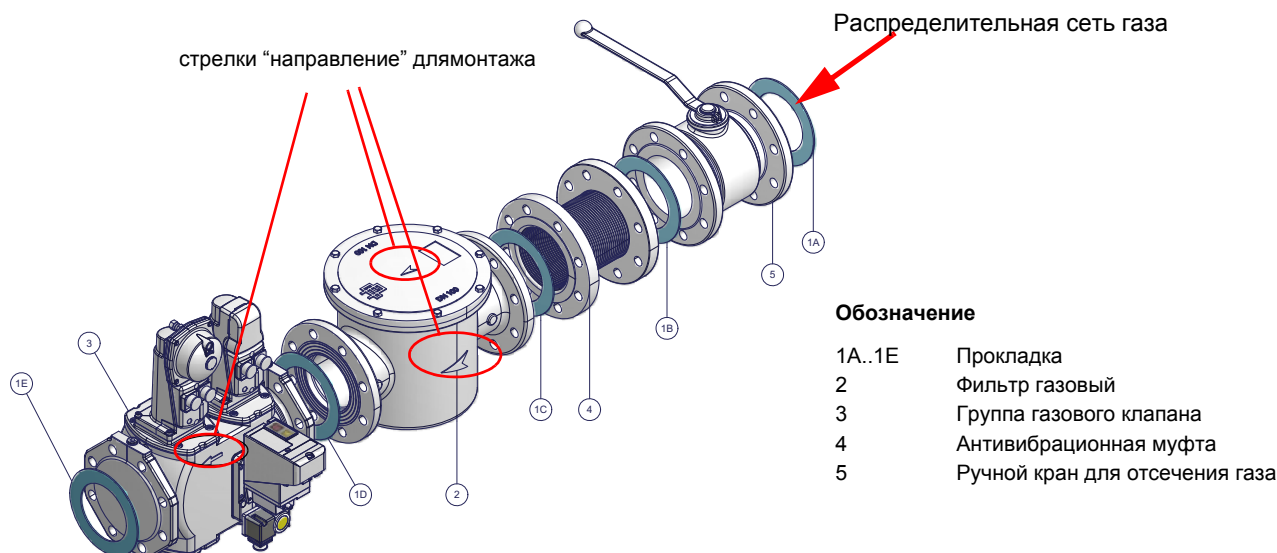

Рис. 4 - Пример газовой рампы
- 1 - б) при фланцевых соединениях: между соседними компонентами устанавливать прокладку (1A..1E - Рис. 4), совместимую с используемым газом,
ВНИМАНИЕ: после монтажа газовой рампы согласно схеме на Рис. 4, необходимо провести тестирование на герметичность газового контура, согласно требований действующих нормативов.